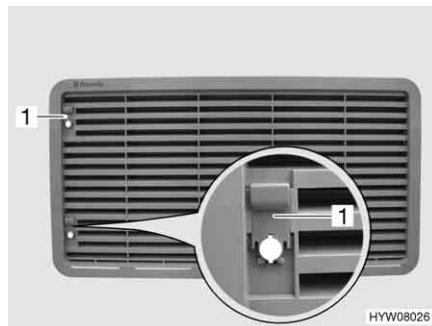

Fig. 142 Rejilla de ventilación del frigorífico (con corredera)
- Empujar la corredera (Fig. 142,1) hacia arriba.